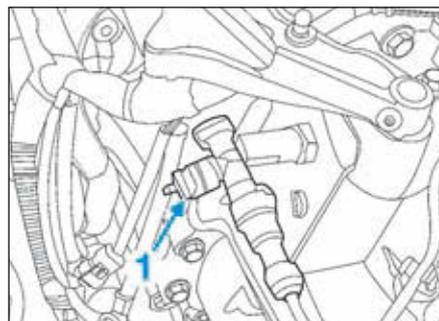

FIG.10
- Tourner la vis de purge (1) d'un tour dans le sens antihoraire (Fig.10).
- Tourner le purgeur (1) jusqu'en butée (Fig.10).
- Fermer la vis de purge (1).
- Tourner l'orifice de purge (1) jusqu'en butée (Fig.10).
- Fermer l'orifice de purge (1).